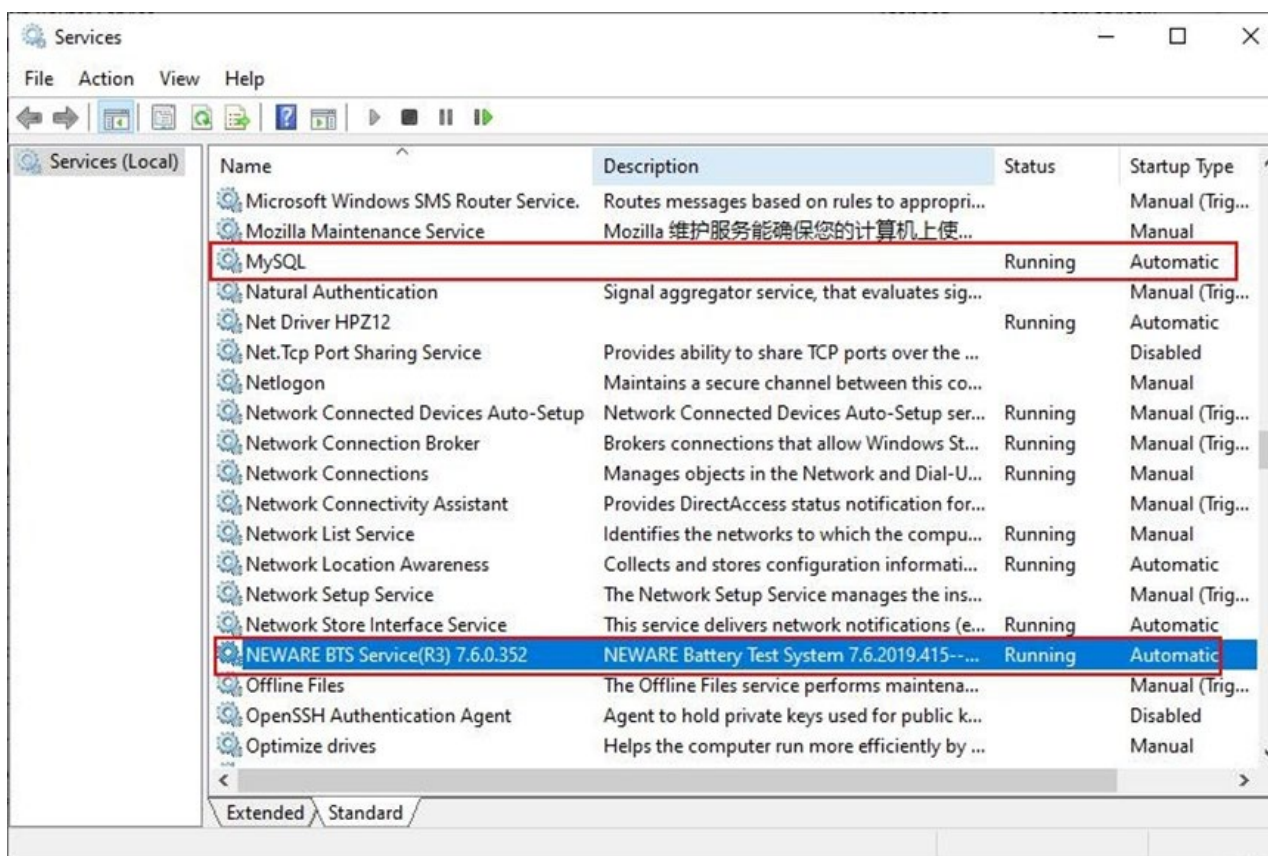

Рисунок 3.6 – Окно сервисов и приложений
1) Щелкните **«Панель управления (Control Panel)»** → **«Система и безопасность (System and Safety)»** → **«Инструменты управления (Management tools)»**. Выберите **«Служба (Service)»**, чтобы убедиться, что **«MySQL»** и **«Служба NEWARE BTS»** находятся в списке справа и запущены (см. рисунок 3.6).